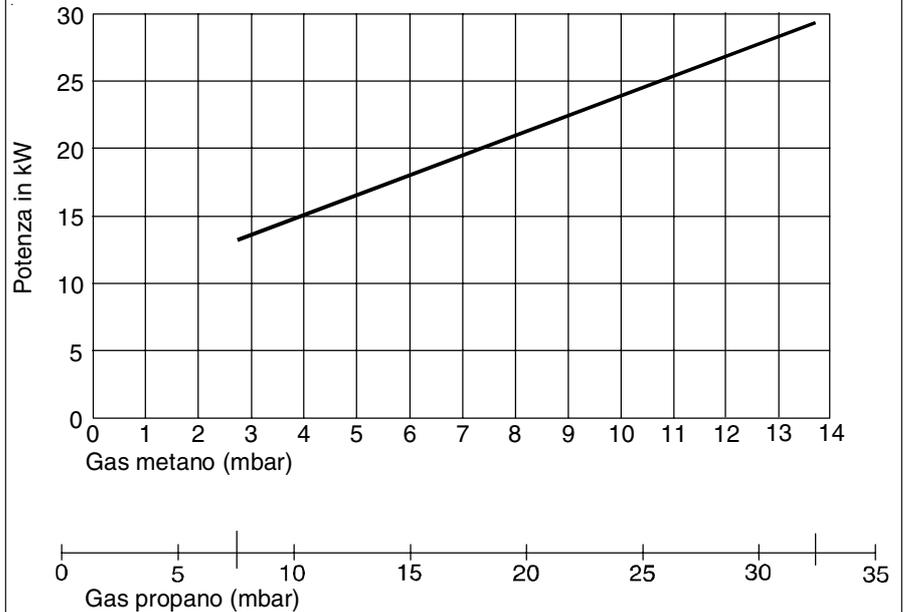

fig. 22
- Verificare il valore di pressione e, tramite il grafico (fig. 22), verificare se la potenza erogata dal generatore è corretta rispetto al fabbisogno dell'installazione;